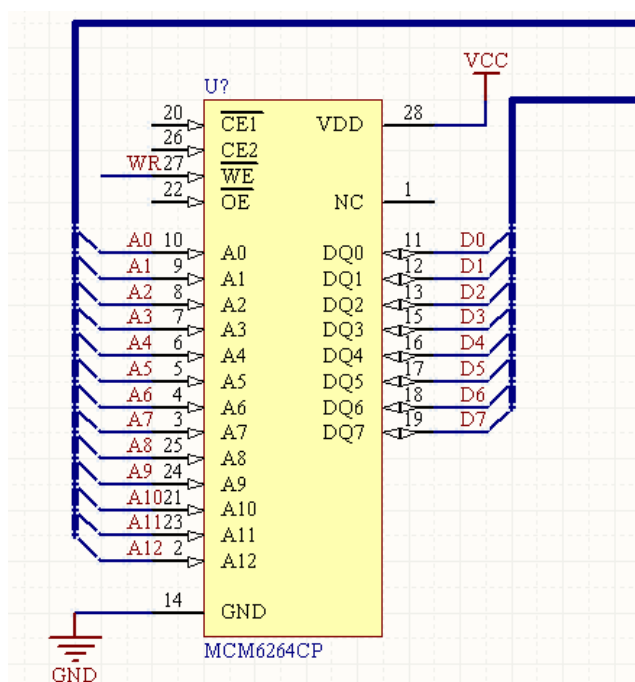
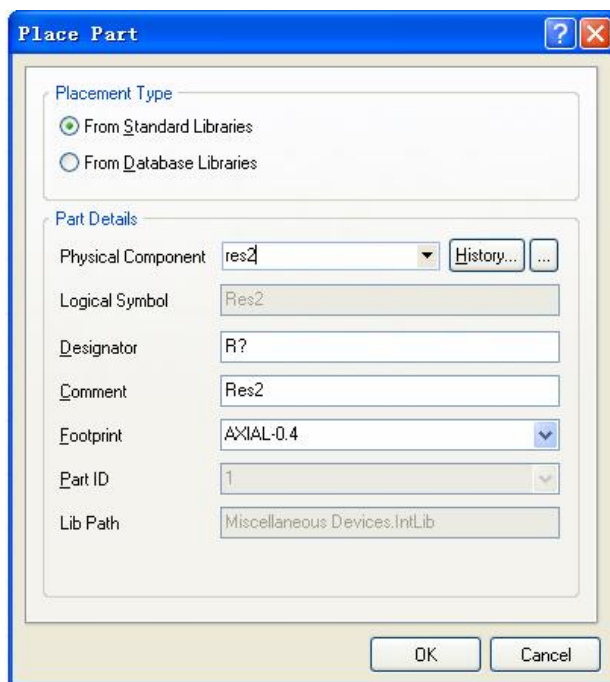

图 4-24 绘制完电源和接地符号后的 6264 原理图
图 4-25 放置组件对话框
单击绘图工具栏的放置电源和接地符号按钮，光标变成十字形，同时一个电源图示悬浮在游标上，其图示与上一次设置的电源或接地图示相同。按下 Tab 键，在图 4-25 的 Net 栏键入 VCC 作为网路标号，同时 Style 栏选中 Bar，其它采用默认设置即要，单击鼠标，VCC 图标就出现在原理图上。此时系统仍处于放置电源和接地符号状态，可以移动鼠标到合适的位置继续放置电源和接地符号。右击鼠标退出放置电源和接地状态。完成放置电源和接地符号后的 6264 原理图，如图 4-24 所示。
- 单击画电路图工具栏中的  图标，弹出 Place Part （放置组件）对话框如图 4-25 所示。
在图 4-25 的 Lib Ref 栏键入了组件库样本名和 Designator 文本框中键入组件序号以后，单击 OK 按钮，光标变成十字形，同时电阻悬浮在游标上。按 Tab 键编辑组件属性，移动游标到合适的位置单击鼠标，将组件定位。